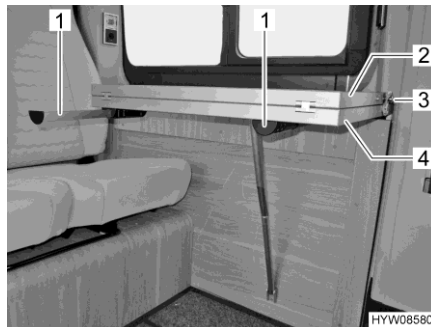

Bild 47 Bord
- Dra ut de två stöden (Bild 47,1).
- Dra ut låsknappen (Bild 47,3) och ta bort säkerhetsremmen från bordsskiveförlängningen (Bild 47,2).
- Fäll ut bordsskiveförlängningen (Bild 47,2).
- Fäll in bordsskiveförlängningen (Bild 47,2).
- Tryck in säkerhetsremmens låsknapp (Bild 47,3) på hållaren på bordsskiveförlängningen.
- Skjut in de två stöden (Bild 47,1).
- Lyft upp bordsskivan (Bild 47,4) något framtill.